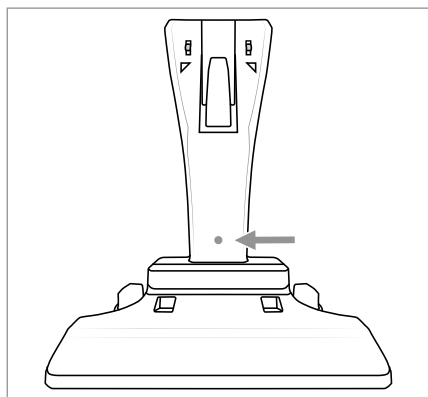

Abb. 1
- 1) Benutzen Sie die Öffnung in der Gerätehalterung 22 zum Anzeichnen des Bohrlochs an der Wand (Abb. 1).
der Gerätehaltung **22** (Abb. 1) und schrauben